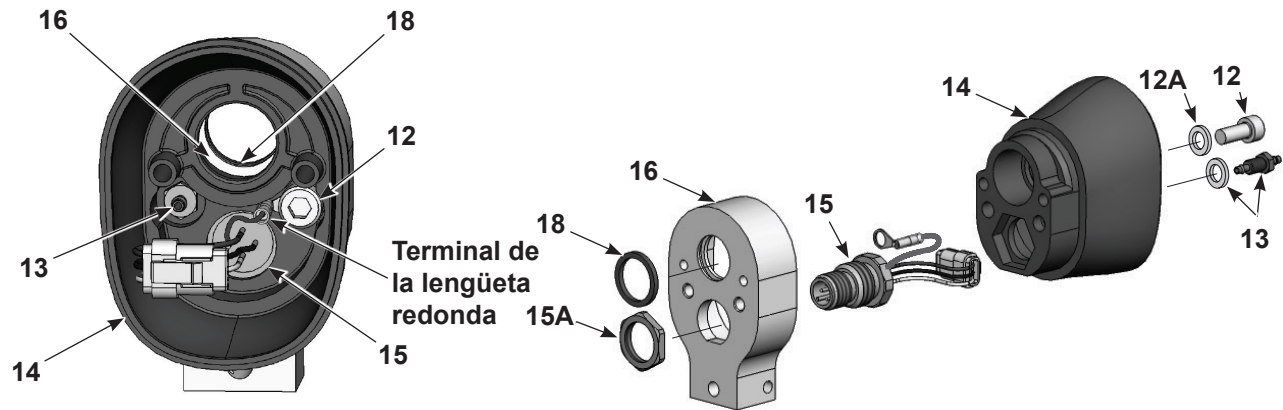

Figura 7-9 Desmontaje de una pistola de montaje en barra 3 de 3
8. Ver la Figura 7-9. Para desmontar el conjunto del cuerpo posterior, extraer el tornillo (12), la arandela de bloqueo (12A), el racor dentado y la arandela de bloqueo (13) de la parte interior del cuerpo posterior (14). Se requiere una llave hexagonal de 3 mm y una llave de tubo de 1/4 pulgadas.
9. Extraer la tuerca (15A) del receptáculo (15), extraer el adaptador del cuerpo de la pistola de aplicación posterior, e introducir el cableado del receptáculo a través del cuerpo.
10. Examinar el anillo Quad (18) en el adaptador (16) y sustituirlo en caso de daños.